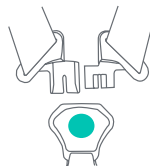
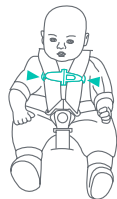

Fig. 37-1
Fig. 37-2
- Junte las dos lengüetas de la hebilla, superponiendo la lengüeta de la hebilla izquierda sobre la lengüeta de la hebilla derecha, e inserte las dos lengüetas de la hebilla unidas en la hebilla del arnés en la correa de la entrepierna (Fig. 37-1). Abroche los Ganchos para el pecho del arnés. Coloque el Gancho para el pecho del arnés, deslizándolo hacia arriba o hacia abajo en las Correas del arnés, de modo que quede al nivel de las axilas del niño (Fig. 37-2). Asegúrese de escuchar el "clic" de las lengüetas en la hebilla y verifique que ambas estén firmemente trabadas tirando de las correas hacia arriba. Si las correas del arnés no están bien abrochadas, la Silla de Seguridad **NO** brindará protección a su hijo. **NO** use la silla de seguridad, ni siquiera como portabebés, si el arnés no se abrocha con seguridad. Comuníquese con Baby Trend al 1-800-328-7363 para recibir ayuda.